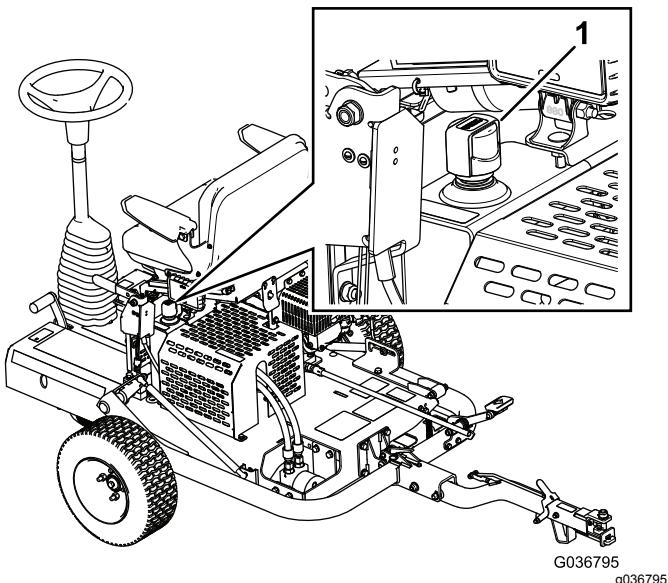

Bild 20
3. Nehmen Sie den Deckel des Hydraulikbehälters ab und prüfen Sie den Ölstand am Peilstab (Bild 20).